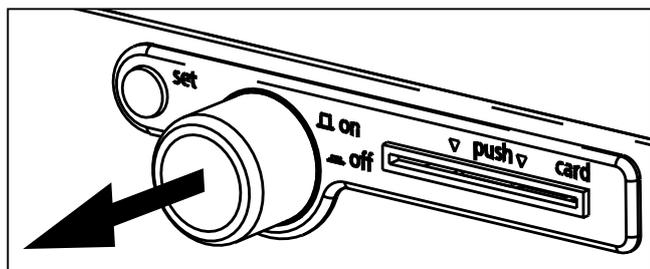

Fig. 14 Conectar la cámara de clima constante
- ▶ Conectar: presione el interruptor principal de manera que salga del equipo (Fig. 14).